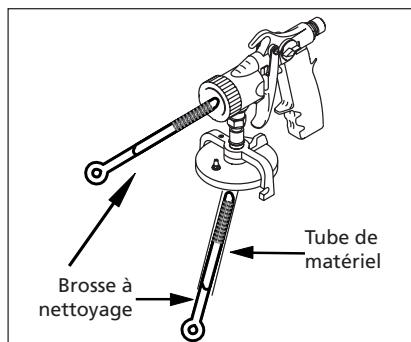

Fig. 17 - Nettoyage du tuyau de matériel
4. Utiliser la brosse (embiibée avec du solvant) entre les rincages pour nettoyer le tuyau de matériel et la buse (Voir Figure 17).